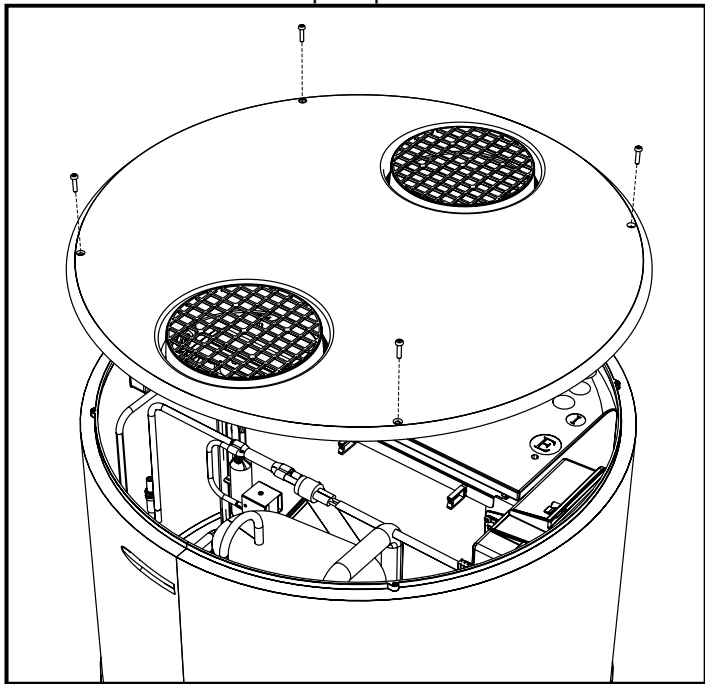

fig. 76- Remoção da tampa superior
- Remova a tampa superior, desapertando primeiramente os parafusos de bloqueio (fig. 76).